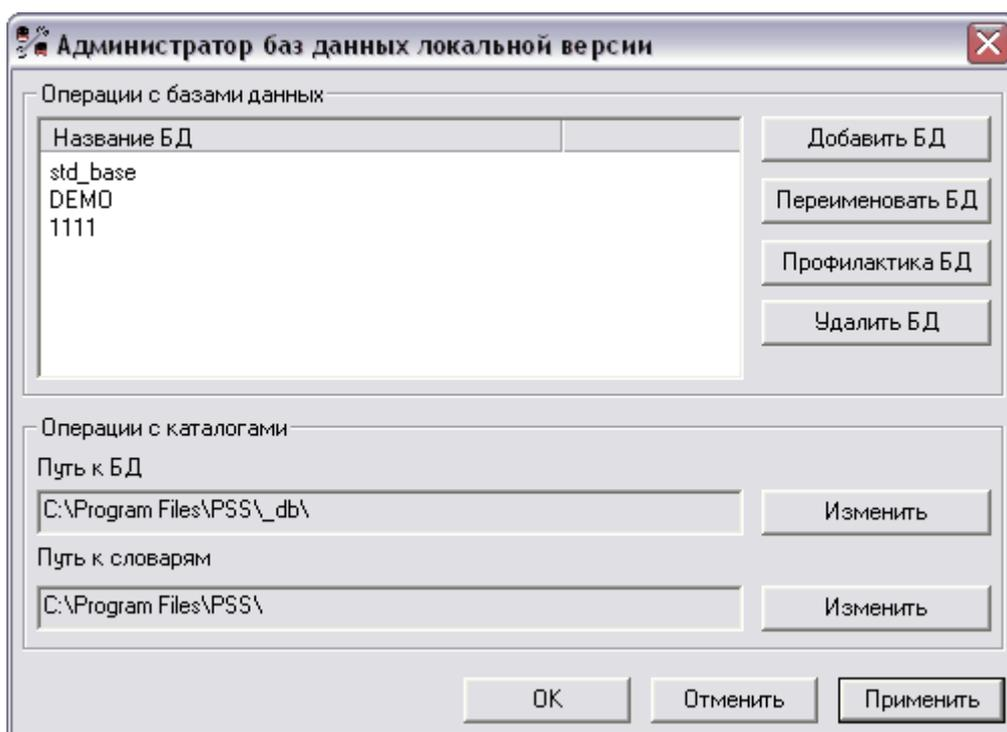

Рис. 3. Администратор баз данных локальной версии
- После этого появится следующее окно (Рис. 3).